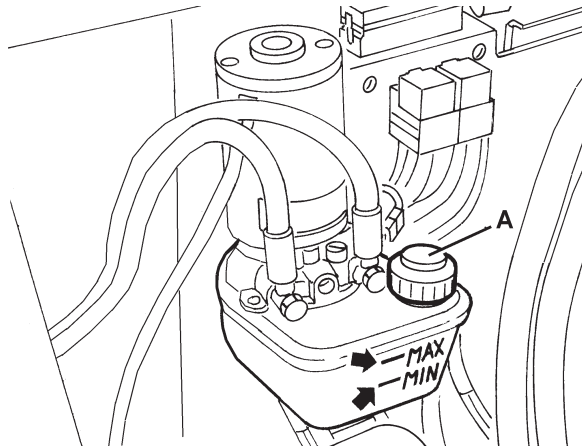

Abbildung 25
*Die Überprüfung ist (wie auf der Abbildung) bei vollständig abgesenktem Abfallbehälter (4) durchzuführen.*
1. Die Feststellbremse mittels des Pedals (75) und des Hebels (68) betätigen.
2. Zündschlüssel (67) in Stellung 0 drehen.
3. Haube (22) öffnen und mit der Stützstange (36) sichern.
4. Überprüfen, ob der Ölstand im Tank (35) zwischen den Markierungen für Mindeststand (MIN) und Höchststand (MAX) liegt (siehe Abb. 25).
5. Falls erforderlich, Ölstand durch die Einfüllöffnung (A, Abb. 25) korrigieren. Das verwendete Öl muss die im Abschnitt „Technische Daten“ angeführten Eigenschaften aufweisen.
6. Stützstange (36) abnehmen und Haube (22) schließen.